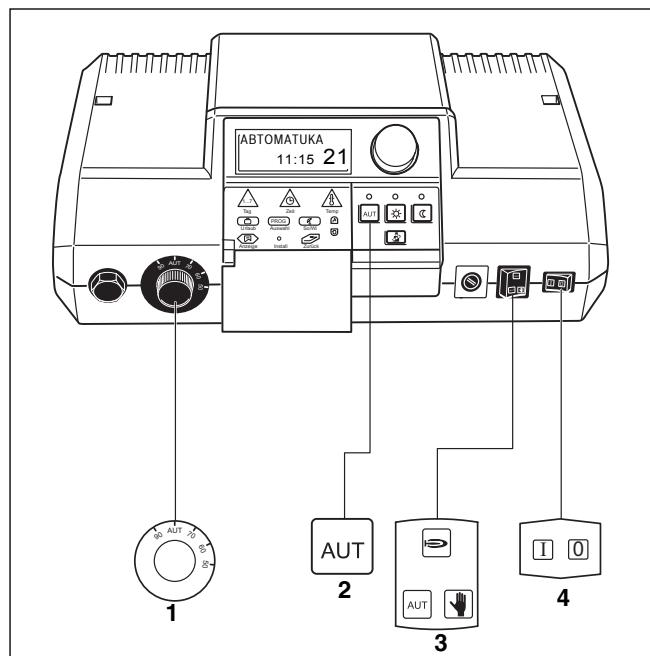

Рис. 8 Кнопки, необходимые для пуска в эксплуатацию
- Установите пусковой выключатель на "I" (ВКЛ.) (→ рис. 8, [4]).
- Поворачивая регулятор температуры котловой воды, установите его на "AUT" (→ рис. 8, [1]).
- Установите переключатель автоматического, аварийного режима, отопления и горячего водоснабжения на "AUT" (→ рис. 8, [3]).
- Нажать кнопку "AUT", для старта автоматического режима по таймеру (→ "Изменение режима работы", рис. 12) (→ рис. 8, [2]).
- Установите пусковой выключатель в положение "0" (→ рис. 8, [4]).